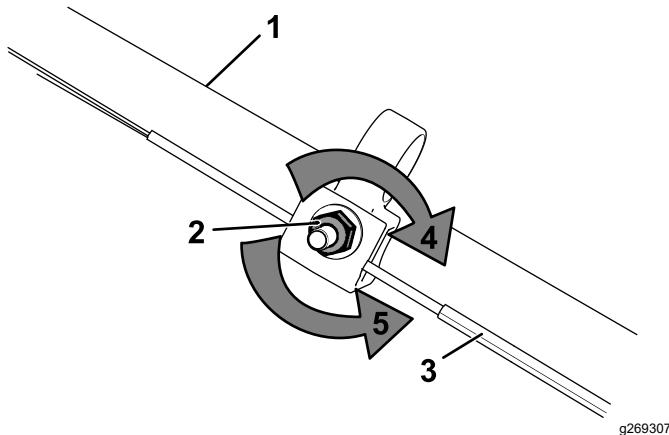

Bild 34
1. Drehen Sie die Einstellmutter nach links, um die Seileinstellung zu lösen (Bild 34).
2. Stellen Sie die Spannung des Seils (Bild 34) ein, indem Sie ihn zurückziehen oder nach vorne drücken und dann in dieser Stellung arretieren.